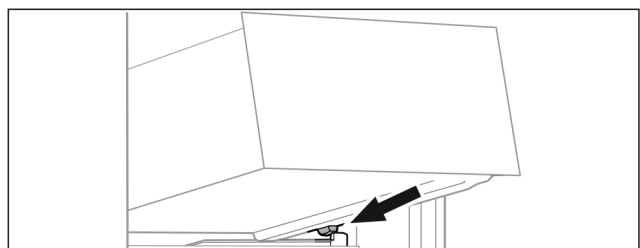

Fig. 62
- Applicare il cassetto inclinandolo dietro i fermi sulla nervatura del contenitore. (vedere Fig. 62)